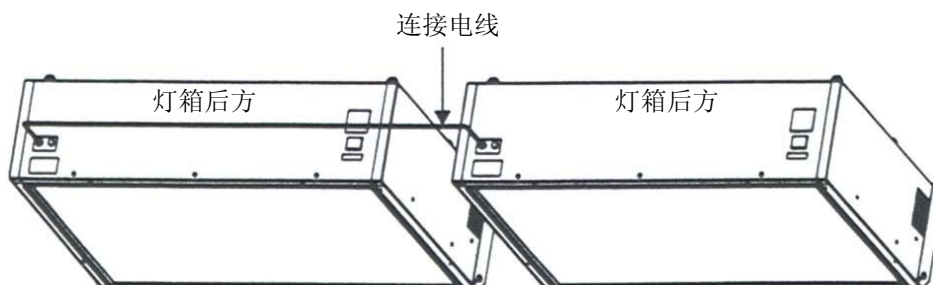

图 12. 两组吊灯箱的连接
9. 使用通讯线把两组灯箱接上，通讯插位于灯箱背部。见图 12